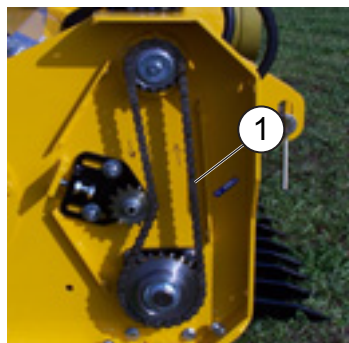

Fig.98
- Ingrassare la catena (1, "Fig.98")
- Grease the chain (1, "Fig.98")
- Engraisser la chaîne (1, "Fig.98")
- Schmieren Ketten (1, "Fig.98")
- Lubrimate la cadena (1, "Fig.98")
- Lubrificação da corrente (1, "Fig.98")